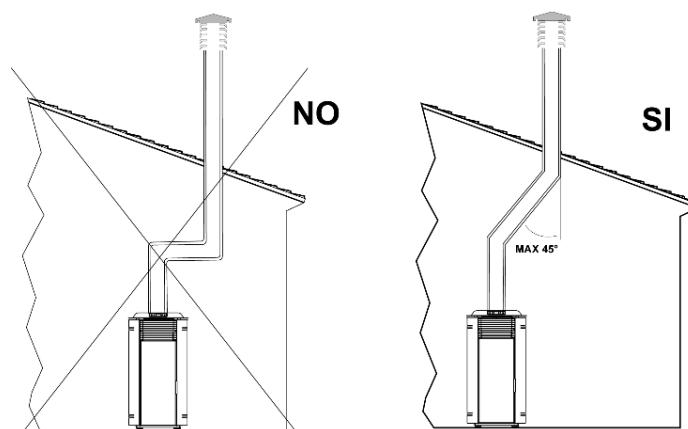

Fig.2
- La sezione interna deve essere uniforme, preferibilmente circolare: le sezioni quadrate o rettangolari devono avere spigoli arrotondati con raggio non inferiore a 20mm; rapporto massimo tra i lati di 1,5; pareti il più possibili lisce e senza restringimenti; le curve regolari e senza discontinuità, deviazioni dall'asse non superiori a 45° (fig. 2).